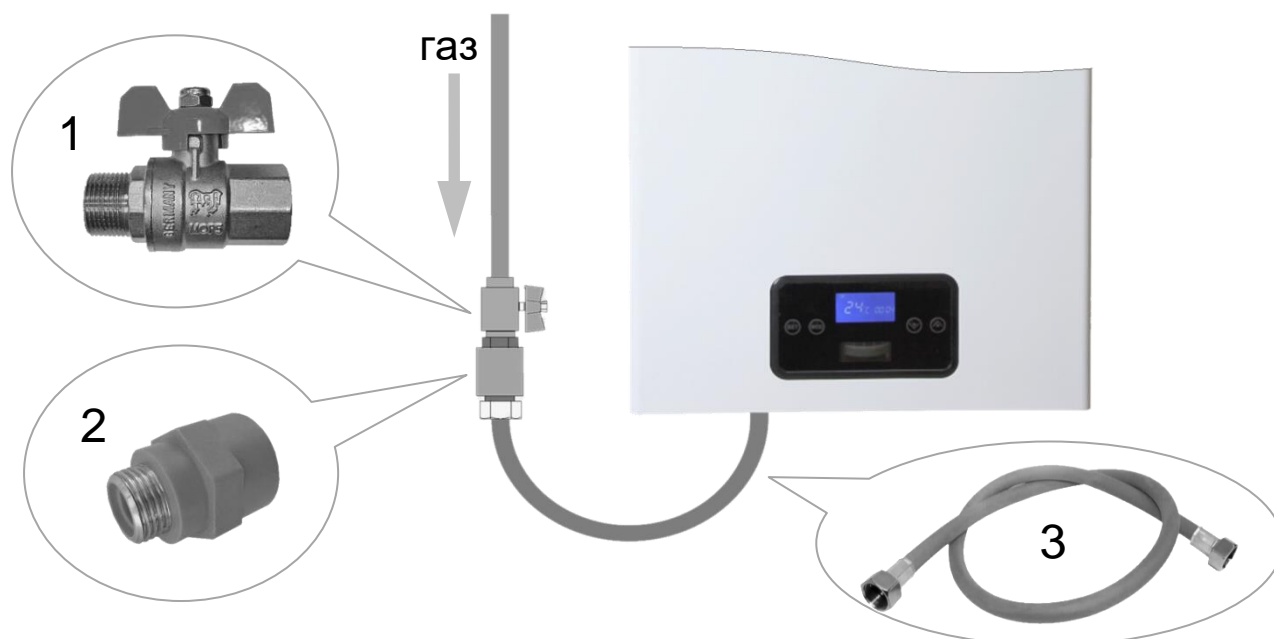

Рис. 16 Монтаж газовой линии.
- При монтаже газовой линии на входе газа в котёл обязательно **должен быть** установлен запорный газовый кран, который **должен быть** свободно доступен (См. Рис. 16).
- При подключении токопроводящими трубами или шлангами **рекомендуется** установить диэлектрическую вставку (См. Рис. 16).
- После присоединения газовой подводки (См. Рис. 16) к котлу **необходимо в обязательном порядке** провести проверку герметичности мест соединений. Проверка производится газоанализатором (детектором утечки газа) или путем обмыливания мест соединений мыльным раствором. Появление пузырьков означает утечку газа. **Утечка газа не допускается.**